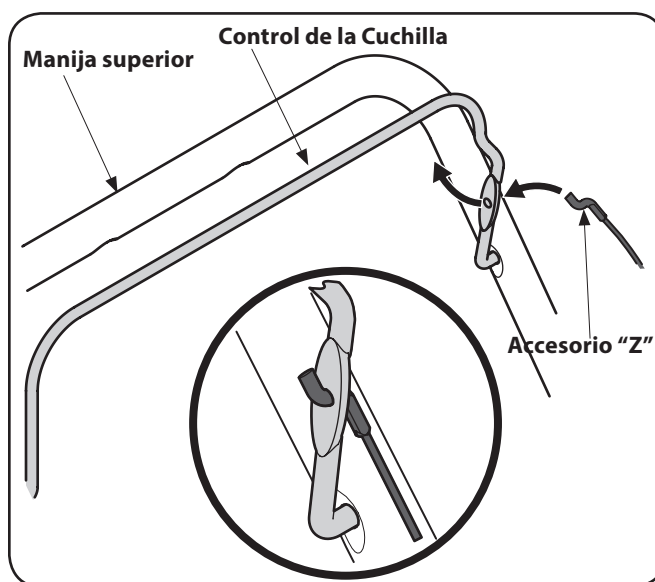

Figura 3-2
1. Enganche el extremo "Z" del cable de frenado en la manija, desde el exterior hacia el interior. Vea Figura 3-2.